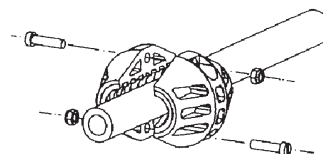

Fig. 5
- Monte el tope de manguera en el extremo de salida de la manguera (fig. 5).
- Bloquee el tambor utilizando herramienta adecuada. En su defecto, se recomienda bloquear el tambor utilizando una llave Allen de 7 mm entre caras (1) (fig. 8) introduciéndola en el hexágono de latón (2) (fig. 8), a través de la pieza pretensora (3) (fig. 8). También puede desplazar el tope de manguera (fig. 5) a una nueva posición, donde el trinquete pueda ser visto a través de la ventana de servicio cuando el tope apoye en los rodillos de la salida de manguera.